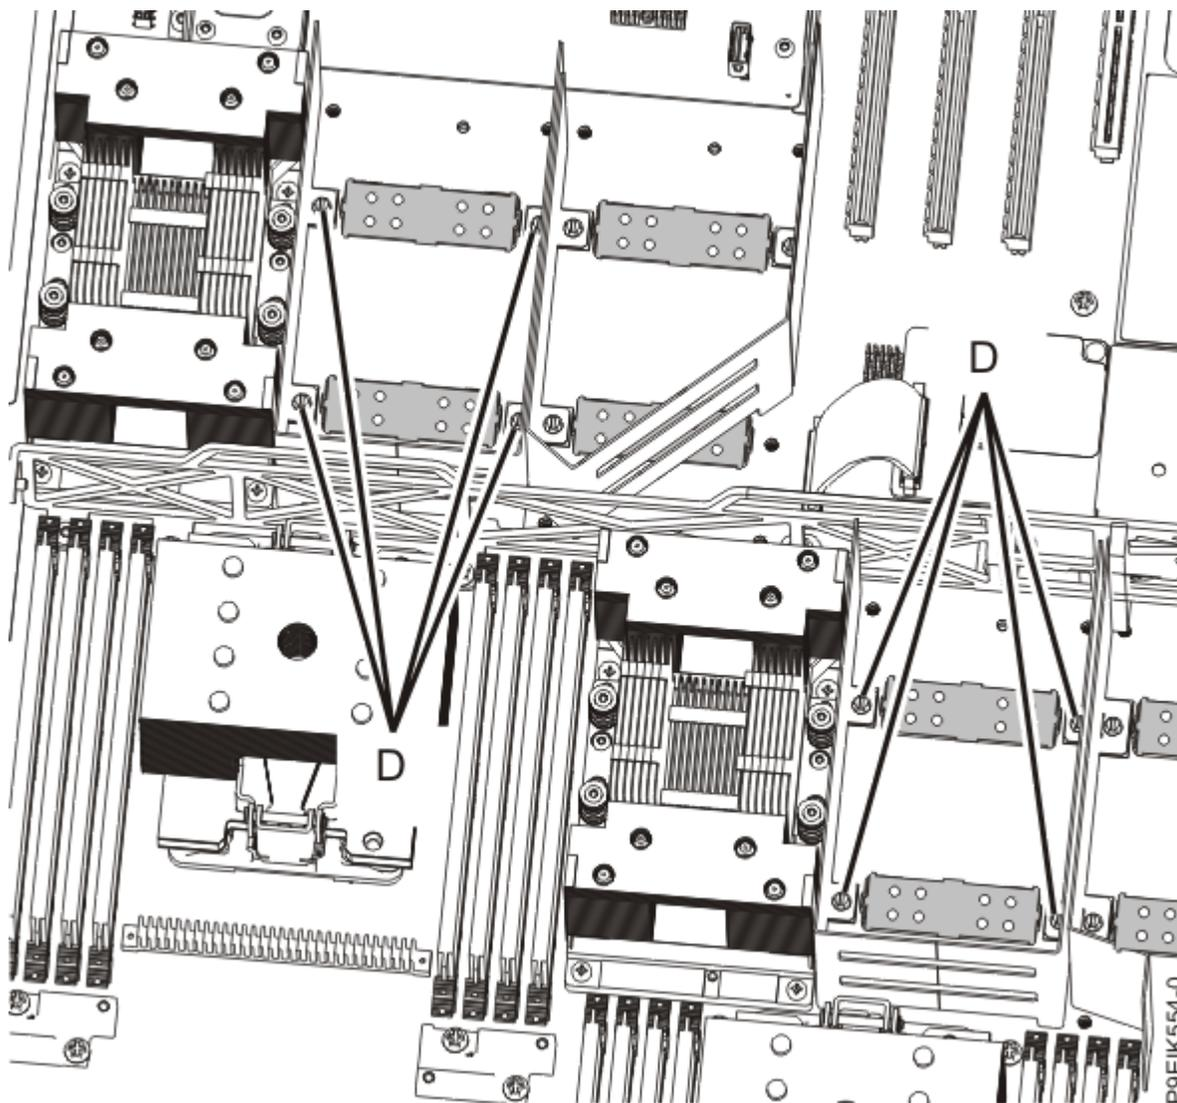

Figura 23. Remover um enchimento de GPU
- a) Remova os quatro parafusos (**D**) que fixam um enchimento de GPU ao painel posterior do sistema, como é mostrado na Figura 23 na página 26.